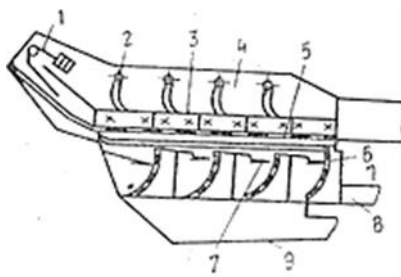

Рис.2
2. На схеме колосникового грохота назвать обозначенные позиции (рис. 2)